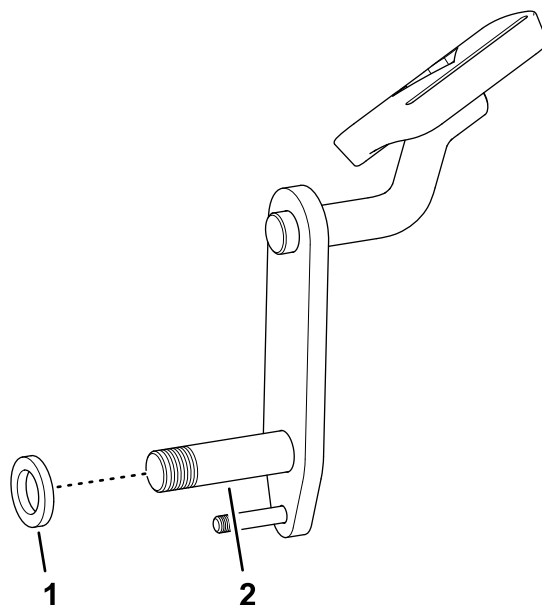

Figura 10
7. Monte el espaciador (5/8" x 1-1/16") en el pivote del pedal de bloqueo (Figura 10).